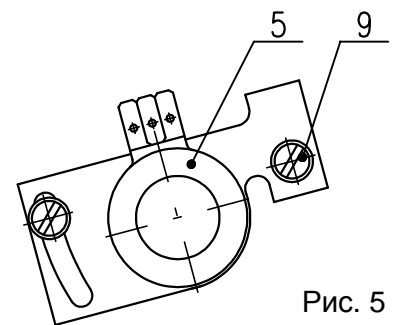

Рис. 5
4.3 Установка датчика сопротивления (рис.5)